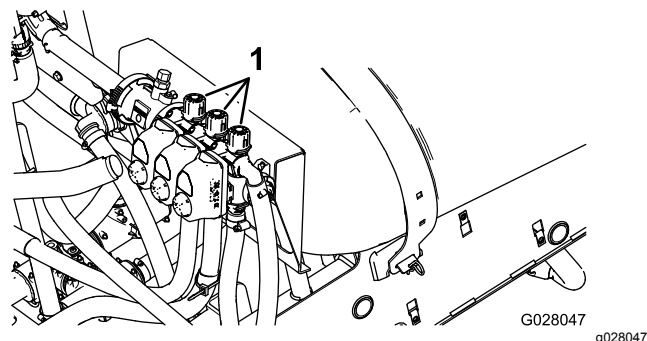

Figura 18
4. Ajuste o manípulo de derivação da secção direita (Figura 18) até que a leitura da pressão se encontre no nível previamente ajustado (habitualmente 2,75 bar).
6. Ajuste o manípulo de derivação da secção central (Figura 18) até que a leitura da pressão se encontre no nível previamente ajustado (habitualmente 2,75 bar).
2. Desligue a secção esquerda e ajuste o manípulo de derivação da secção (Figura 18) até que a leitura da pressão se encontre no nível previamente ajustado (habitualmente 2,75 bar).